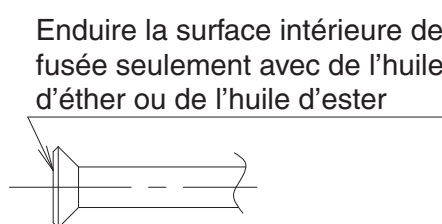

Fig. 8
- Lorsque vous effectuez un raccord évasé, enduisez la surface intérieure de fusée seulement avec de l'huile d'éther ou de l'huile d'ester. **(Reportez-vous à la Fig. 8)**